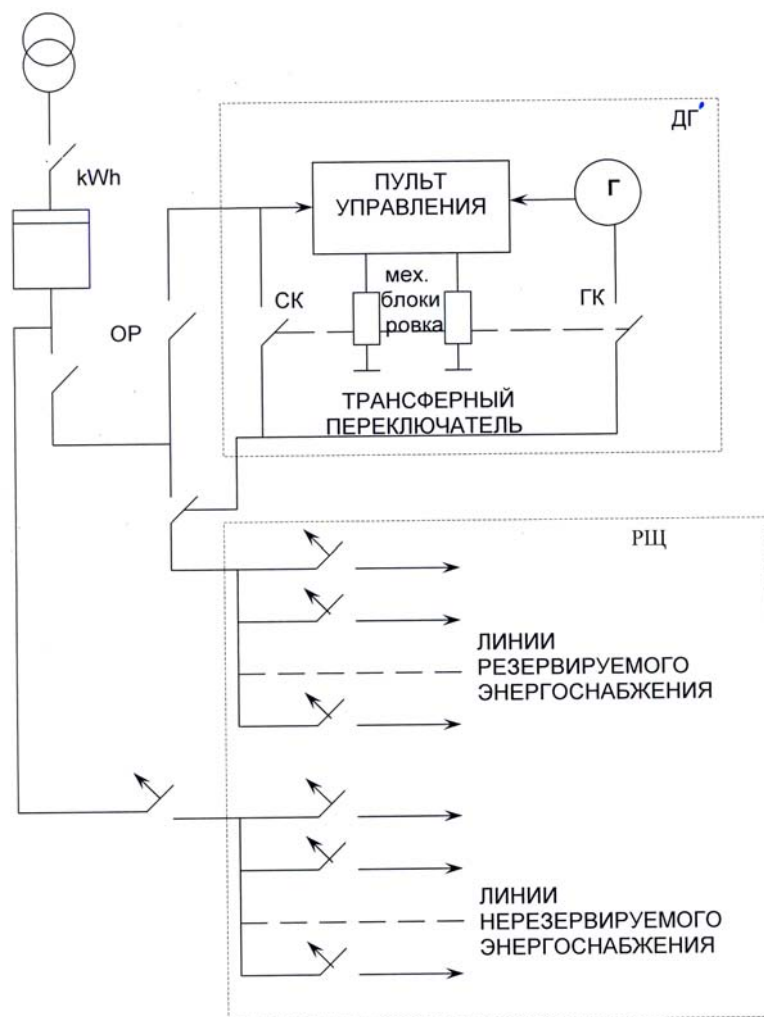

Рис. 7.5. Типовое включение ДГ с автоматическим запуском.
- В случае использования ДГ с автоматическим запуском, включение его в схему энергоснабжения производится, как показано на рис. 7.5